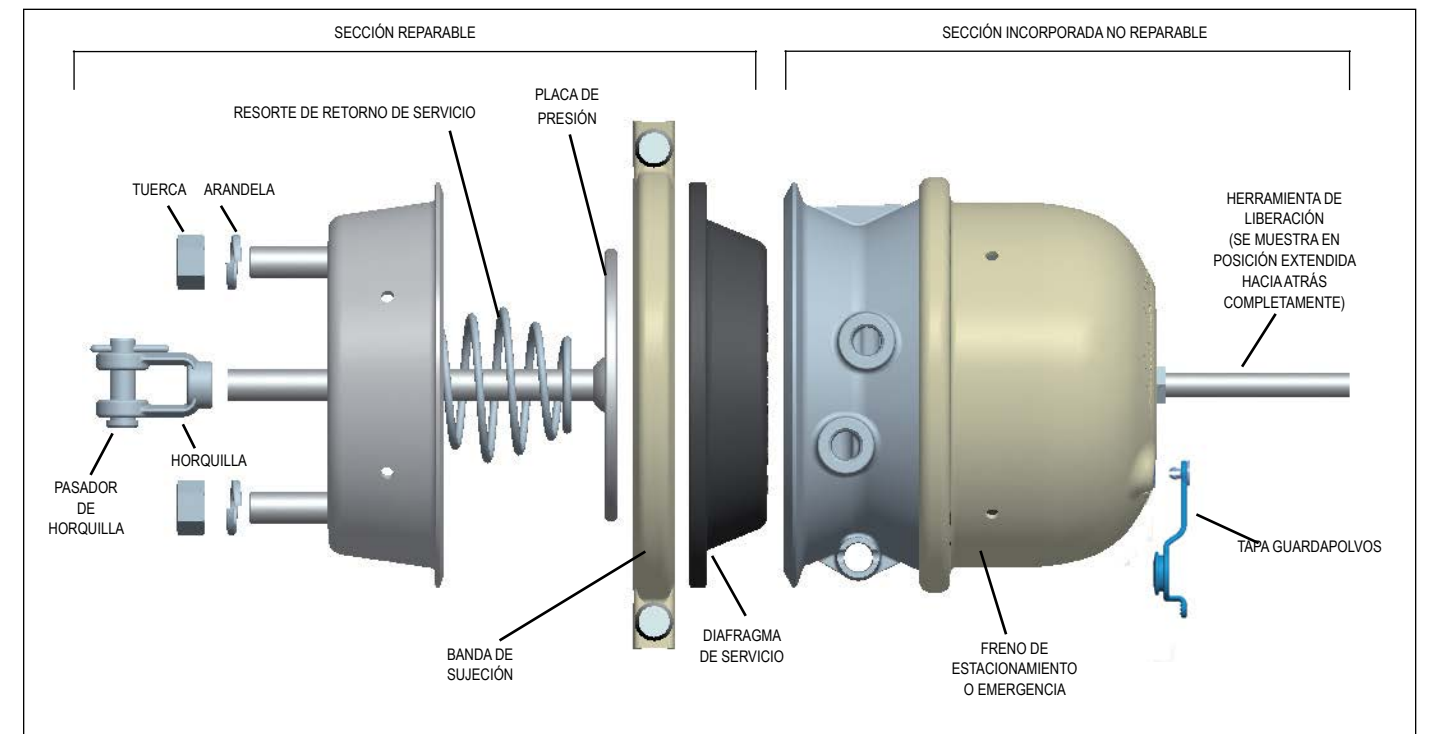

FIGURA 4: VISTA DETALLADA DE LAS PARTES REPARABLES Y NO REPARABLE DEL FRENO
6.9 Gire la tuerca del perno de liberación hacia la derecha hasta encontrar mayor resistencia. Esto debería indicar que se completó el enjaulamiento adecuado. El perno de liberación debería estar extendido completamente hacia atrás, como se muestra en la Figura 4. (NO APRIETE EN EXCESO EL PERNO DE LIBERACIÓN. HACERLO PUEDE DAÑAR EL FRENO DE RESORTE).
**IMPORTANTE:** Para garantizar que el resorte motor está completamente enjaulado, la longitud de la herramienta de liberación debería estar extendida completamente hacia atrás (como se muestra en la figura 4).
Vea la Figura 4. Para reemplazar el diafragma de servicio, no es necesario retirar todo el freno de resorte de combinación del vehículo (sin embargo, se puede retirar para facilitar el acceso). Para retirar el freno de resorte de combinación, siga los pasos descritos en Paso 11.0 *Retiro en instalación del freno de resorte de combinación*.